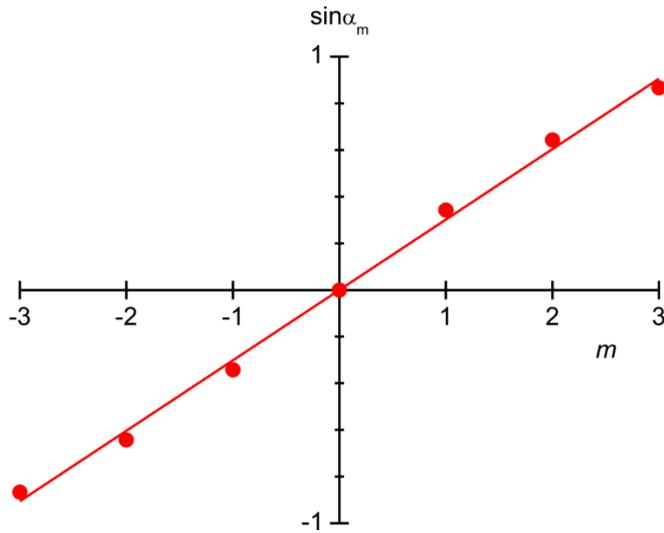

Fig. 6: Posiciones de los máximos de intensidad en función del orden de difracción m
- Trace el ángulo α_m de difracción máxima en un diagrama $\sin \alpha_m - m$ en función del orden de difracción m (Fig. 6).